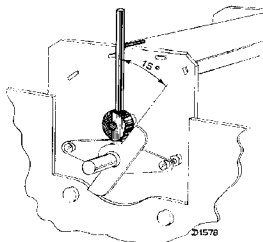

Fig. 4
2. Placer le calibre de  $15^\circ$  (voir fig. 4).